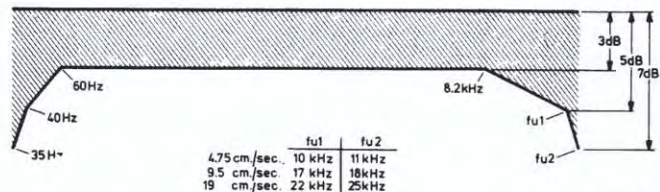

Fig. 19
- Maak een opname van de volgende frekwenties en lees daarbij de uitgangsspanning af: 35 Hz - 40 Hz - 60 Hz - 333 Hz - 1 kHz - 8,2 kHz - 22 kHz - 25 kHz. De frekwentiekarakteristiek die nu gemeten is t.o.v. het niveau van 333 Hz moet liggen binnen de kurve zoals die in Fig. 19 gegeven is. Evenzo kan men bij 9,5 cm/sek de frekwentiekarakteristiek meten. De hoogste frekwenties moeten nu 17 kHz en 18 kHz zijn (zie Fig. 19). Bij de snelheid 4,75 cm/sek dient men de uitgangsspanning tot 0,05 V (-26 dB) te verminderen. De frekwentiekarakteristiek moet in het gebied 35 Hz - 11 kHz binnen 7 dB liggen.